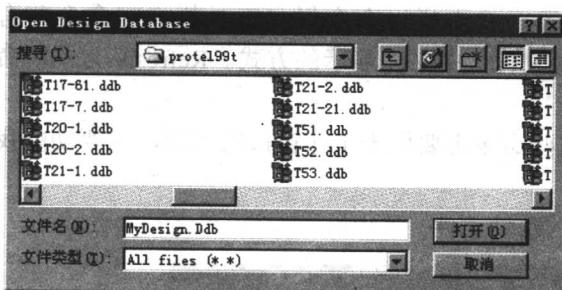

图 1.8 打开设计数据库对话框
① 在 Protel 99 SE 的设计环境下，执行菜单命令 File|Open，或单击主工具栏的 按钮。（对于最近打开过的设计数据库文件，也可以在 File 菜单项下面的文件名列表中直接选择文件名。）
② 执行命令后，系统弹出打开设计数据库的对话框，如图 1.8 所示。利用搜寻下拉框中来确定设计数据库的所在路径；然后在文件列表框中选取要打开的文件名称，最后单击“打开”按钮。